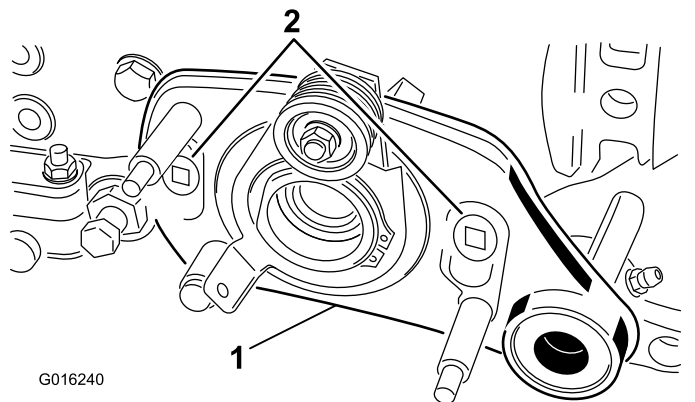

图 8
8. 卸下将驱动板组件固定到滚刀组机架的 2 个轴肩螺栓 图 8。
9. 从疏草轴和滚刀组上卸下疏草刀驱动板组件 图 8 找到并收回疏草刀垫片。